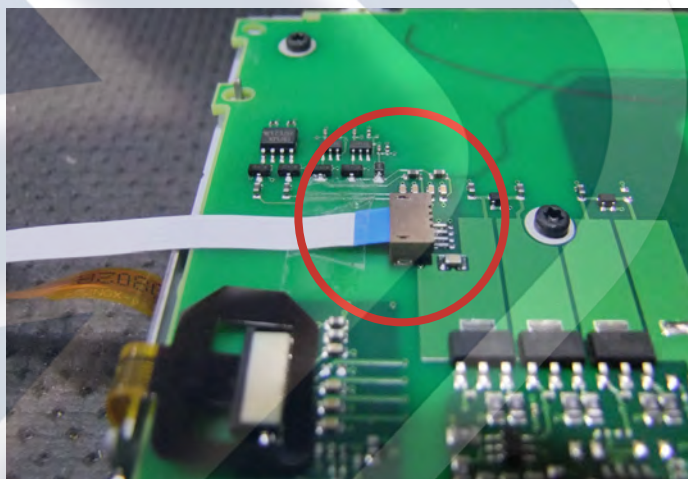

Imagen 9
4.b. Conectar el otro cable plano suministrado al conector del monitor, donde antes se conectaba el panel táctil (imagen 9) **(SE RECOMIENDA FIJAR ESTE CABLE A LA PLACA MEDIANTE CINTA ADHESIVA)**. SI ESTOS CABLEADOS NO ESTÁN MARCADOS, SE RECOMIENDA SEÑALARLOS PARA SABER POSTERIORMENTE CUAL ES CADA UNO PARA REALIZAR LAS CONEXIONES.